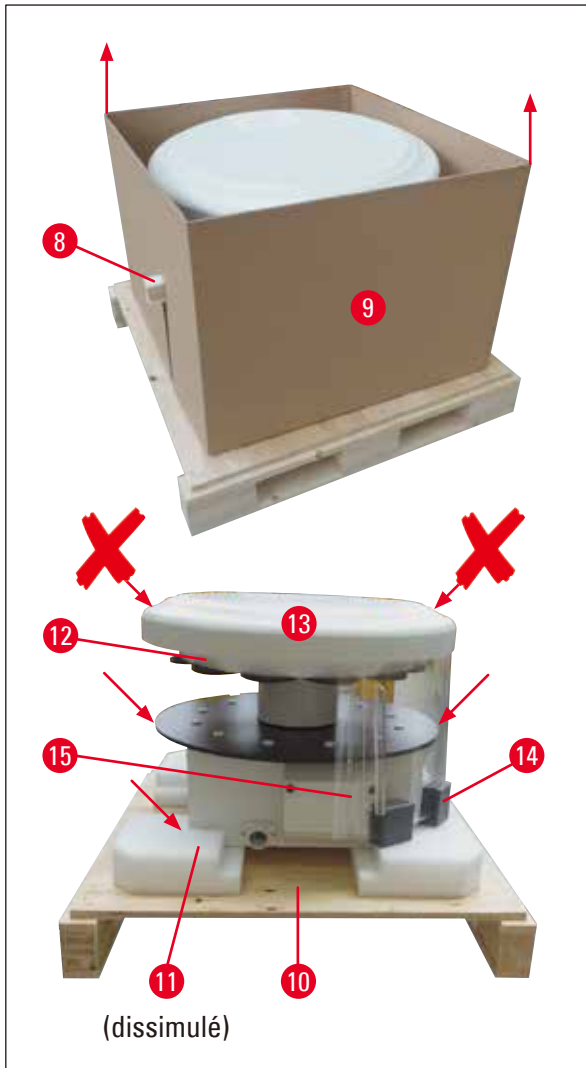

Fig. 11
- Pour soulever l'appareil (à 2 personnes) et le séparer du socle (→ Fig. 11-10), prenez-le par le plateau destiné à recevoir les béchers (voir (→ Fig. 11), ↘ ↙ en-dessous) ou par le bas du carter.